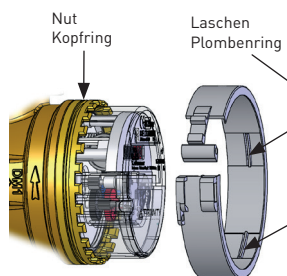

Bild 11 (Montage Plombenring)
- Achten Sie bei der Montage darauf, dass die Laschen des Plombenrings in die Nut des Kopfrings eingelegt sind (Bild 11).